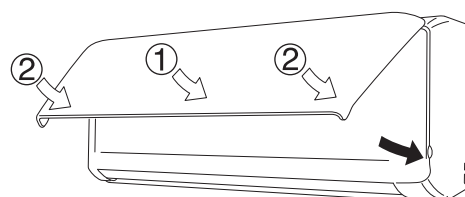

Fig. 3-18
- (6) Insérer le haut du filtre anti-moisissure et maintenir en place le bas du filtre avec les saillies sur l'unité.
- (7) Lors de la fermeture du panneau avant, pousser d'abord la partie centrale du panneau avant et pousser ensuite en place les coins inférieurs gauche et droit jusqu'au dé clic. (Fig. 3-18)